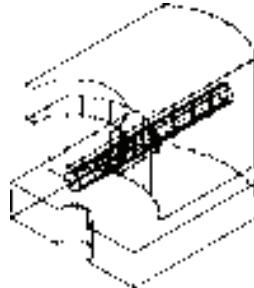

图 11-99 创建圆柱体
14) 单击“建模”工具栏中的“圆柱体”按钮 $\square$ ，以坐标原点为圆心，创建半径为“5”，高“100”的圆柱体。结果如图 11-99 所示。